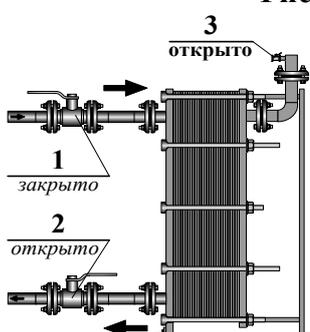

Рис. 12 Положение задвижек перед
8.2.1 Перед пуском одной из сторон (рис. 12), задвижка 1 на входе теплоносителя в теплообменник должна быть полностью закрыта, задвижка 2 на выходе теплоносителя из теплообменника – открыта, вентиль развоздушивания 3 – открыт.